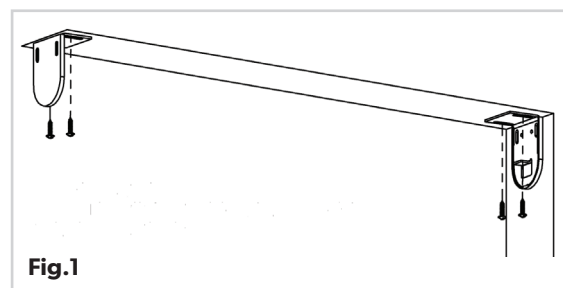

Fig.1
Esta persiana enrollable de exterior Easy Release™ puede o bien colgarse de la parte superior de una superficie (por ejemplo, en el marco de una ventana, como en la Fig.1) o de forma lateral sobre la superficie interior de una pared, patio o porche (Fig.5). Independientemente de cómo decida instalar la persiana, las instrucciones de instalación seguirán siendo las mismas.
- Coloque los soportes de instalación en el techo o en la pared utilizando los tornillos para madera que se incluyen. (Fig.1)